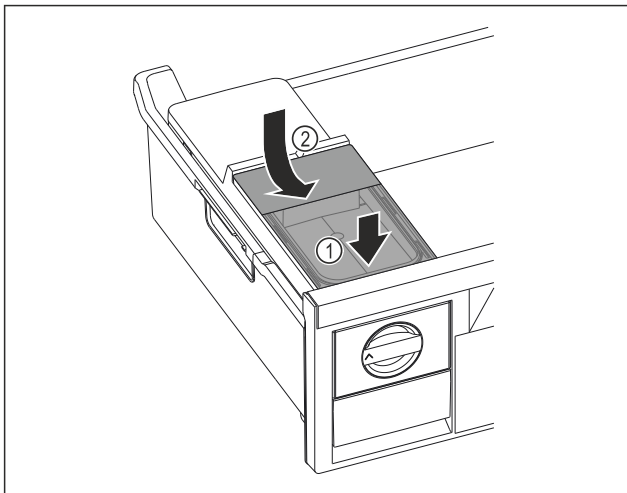

Fig. 72
- ▶ Watertank aan de voorkant plaatsen. Fig. 72 (1)
- ▶ Watertank aan de achterkant laten zakken. Fig. 72 (2)